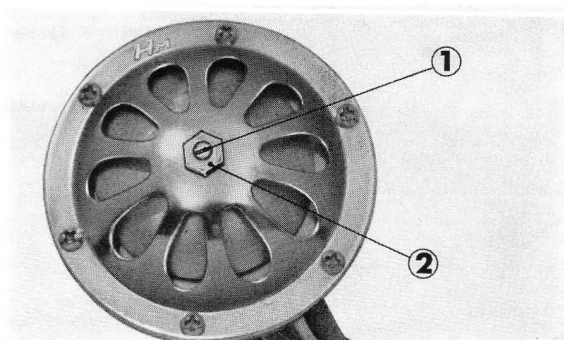

Figure 3-7 : ① vis ② écrou
2. Son insuffisant : tourner la vis de réglage de l'avertisseur (figure 3-7).